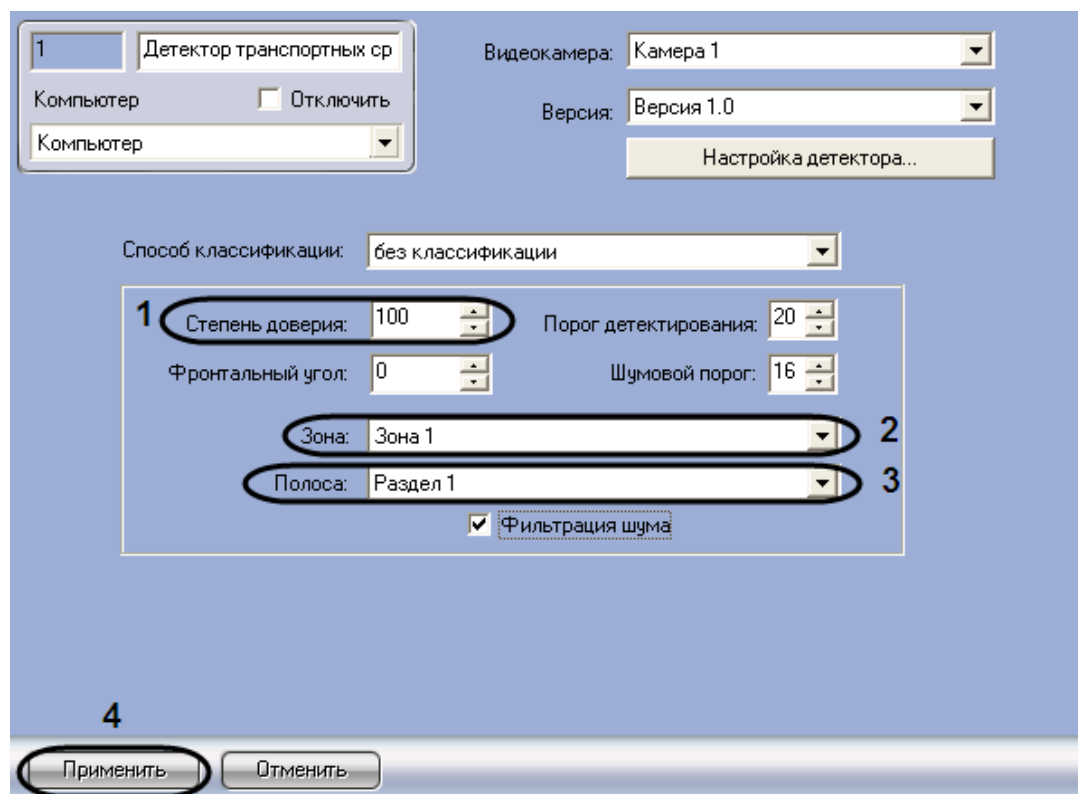

Рис. 7.7—7. Задание сведений о детекторе транспортных средств
1. Перейти на панель настройки объекта «Детектор транспортных средств» (см. Рис. 7.7—7)
2. В поле со списком «Степень доверия» ввести степень доверия к детектору транспорта (см. Рис. 7.7—7, 1)
3. Из раскрывающегося списка «Зона» выбрать название объекта «Зона» или «Область», соответствующего территории, на которой расположена видеокамера детектора (см. Рис. 7.7—7, 2)